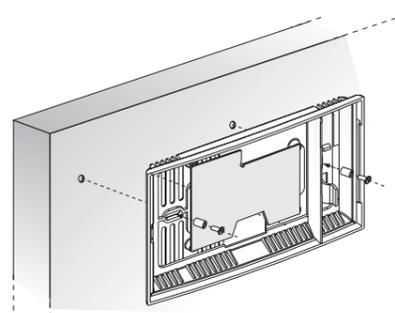
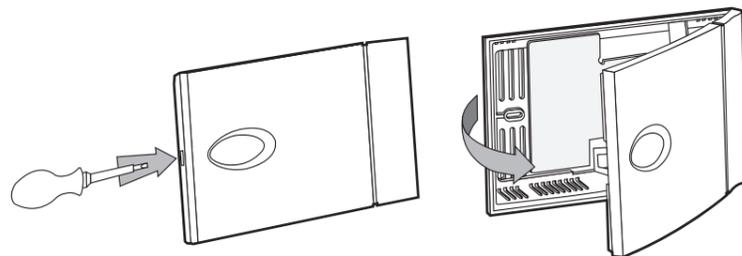

Fig. 1
Fig. 2
Per l'apertura della sonda si procede come indicato (fig. 2) e per il montaggio come in fig. 1:
Avvertenza: per non danneggiare il sensore e le connessioni durante il montaggio e per evitare messa a terra della schermatura del sensore si consiglia l'uso dei distanziali (fig. 1), il sensore e la protezione metallica non deve essere rimossi per l'installazione.
To open the probe, proceed as shown (Fig. 2), while for assembly see Fig. 1:
- Warning: to avoid damaging the sensor and the connections during assembly and avoid earthing the shield of the sensor, use the spacers (Fig. 1); the sensor and the metal protector must not be removed for installation.